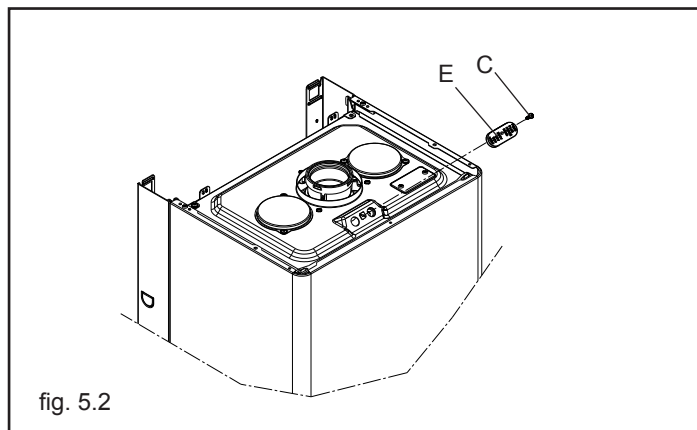

fig. 5.2
- Rimuovere la vite **C** e il coperchietto **E** sulla cassa aria (vedi fig. 5.2)